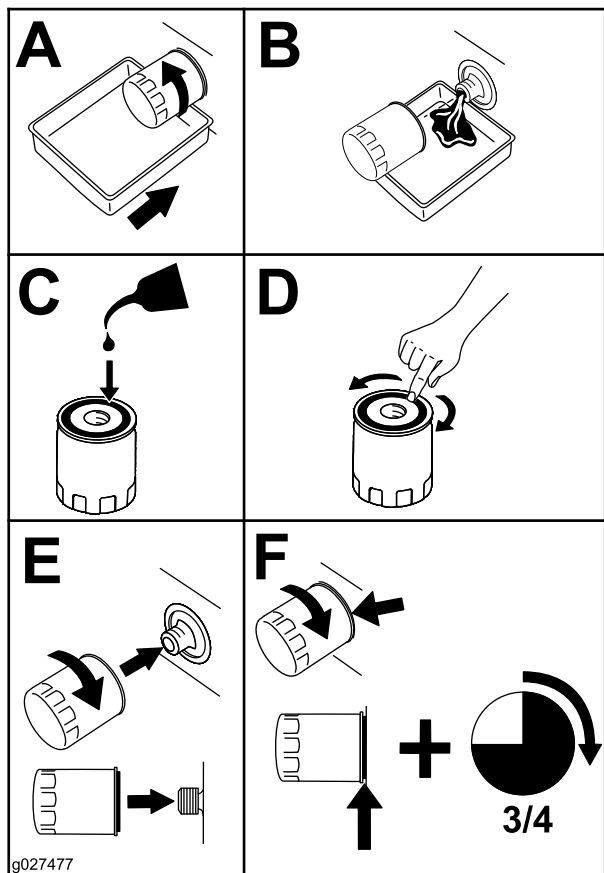

Figure 64
2. Remplacez le filtre à huile moteur (Figure 64).